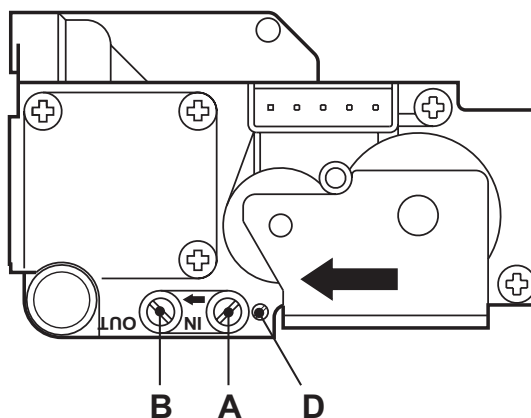

fig. 16 - Vanne à gaz
- Relier un manomètre à la prise de pression **B** fig. 16 montée en aval de la vanne à gaz
- Régler la pression minimale au moyen de la vis "**D**" fig. 16 (tourner dans le sens des aiguilles d'une montre pour diminuer et dans le sens inverse pour augmenter).